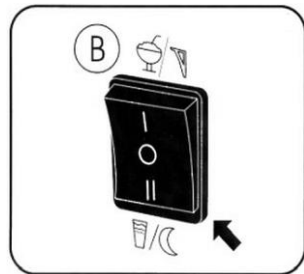

Рис. 6
1. Щоб вимкнути машину для приготування слаші, необхідно натиснути на головний вимикач (A) в положення «O».
2. Якщо продукт повинен залишатися в машині для приготування слаші на ніч, перемикач (B) слід встановити в нічне положення (рис. 6).